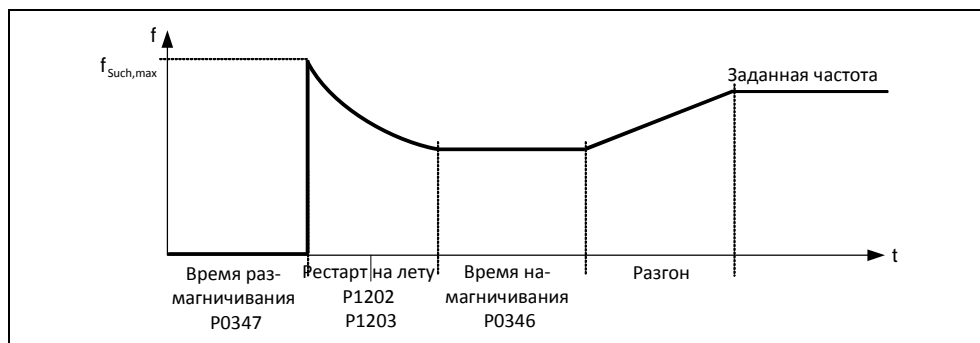

Рис. 3-82 Рестарт на лете
В зависимости от параметра P1200 по истечении времени размагничивания P0347 запускается рестарт на лету с макс. изменяемой частотой $f_{\text{Such,max}}$ (см. рис. 3-82).
- U/f-характеристика (P1300 < 20): Со скоростью поиска, вычисляемой из параметра P1203, частота поиска снижается в зависимости от тока промежуточного контура. При этом подается спараметрированный ток поиска P1202. При нахождении изменяемой частоты вблизи от частоты ротора ток промежуточного контура внезапно изменяется, так как нарастает поток в двигателе. Если это состояние достигнуто, то изменяемая частота поддерживается постоянной и выходное напряжение изменяется с временем намагничивания P0346 на значение напряжения характеристики U/f (см. рис. 3-82).